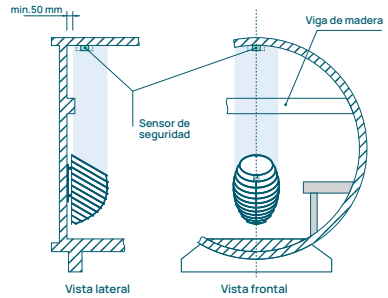

Figura 10. Instalación de sensor de seguridad en el techo en saunas de barril: calentador de pared
- Para un funcionamiento óptimo, instale el sensor de seguridad en el techo si la viga de madera de su sauna de barril está en la misma pared donde se encuentra el calentador. Figura 10.